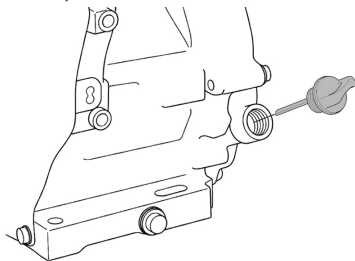

Рис. 7 Крышка-щуп маслозаливной горловины
2. Открутите крышку-щуп маслозаливной горловины и извлеките щуп (Рис. 7).
2. Выкрутите крышку-щуп маслосаливной горловины и извлеките щуп (Рис. 7).